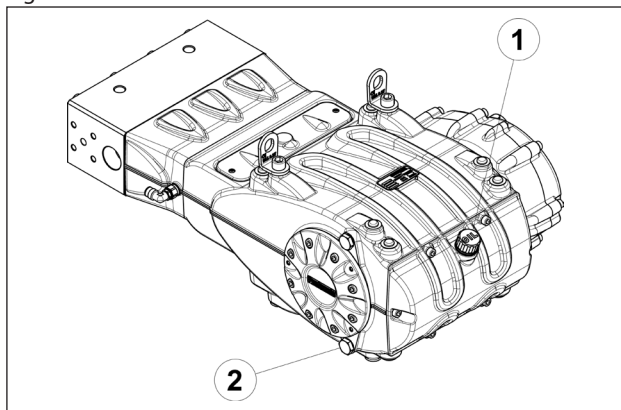

Fig. 1
Para retirar o óleo, é preciso remover a tampa de carga do óleo pos. ①, Fig. 1 e em seguida, a tampa de descarga pos. ②, Fig. 1.